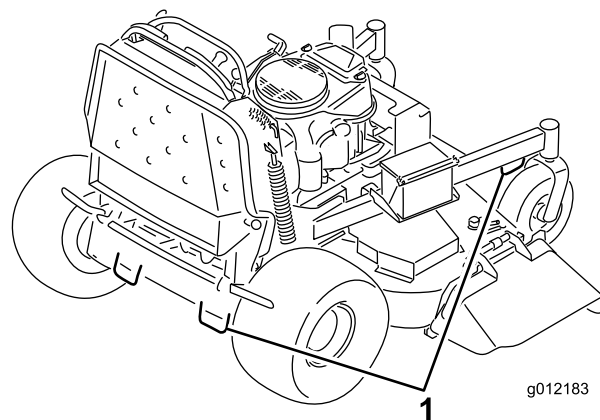

Figura 25
6. Utilize os aros de fixação metálicos na máquina para prender firmemente a máquina ao atrelado ou veículo com cintas, correntes, cabo, ou cordas (Figura 25).